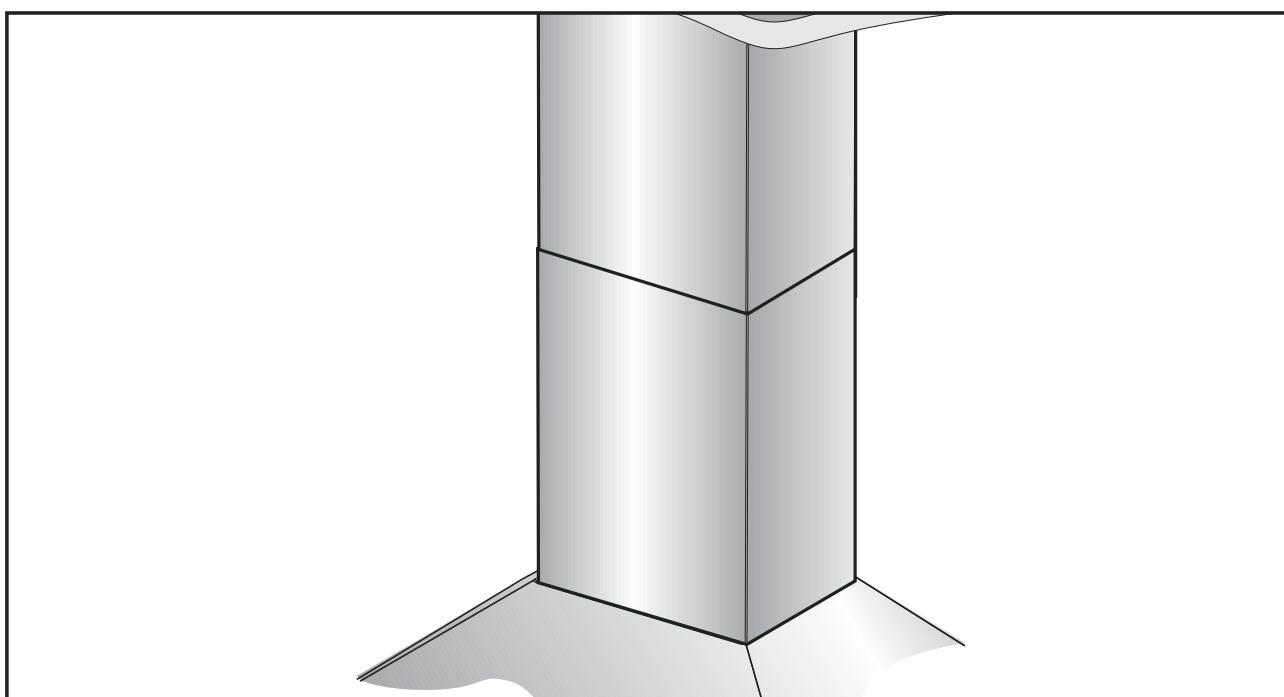

Fig.11
- Enlever le ruban adhésif **L** et poser le conduit de fumées inférieur sur le corps de la hotte (**Fig.11**).